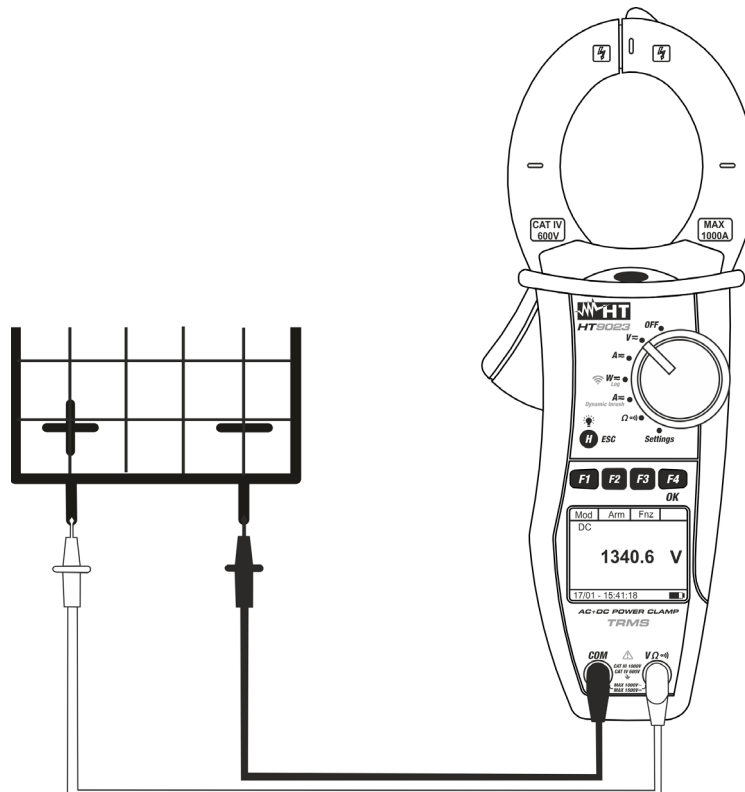

Fig. 5: Misura di Tensione DC
4. Inserire il cavo rosso nel terminale di ingresso **VΩ⁾⁾⁾** e il cavo nero nel terminale di ingresso **COM** e posizionare i puntali nei punti desiderati (vedere Fig. 5)